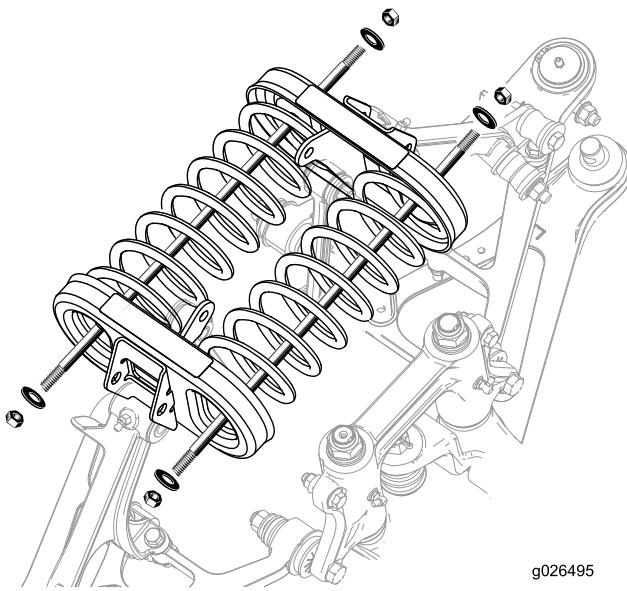

図 19
3. ロッドの両端部それぞれにワッシャとナットを取り付ける図 19。